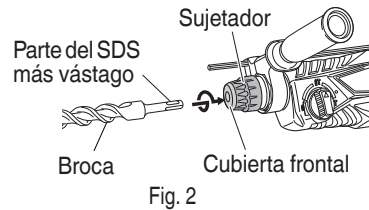

Fig. 2
6. Montaje de la broca (Fig. 2)
- (1) Limpie la parte del vástago de la broca de taladro.
- (2) Inserte la broca de taladro girando en el sujetador de la herramienta hasta que se asegure bien. (Fig. 2)